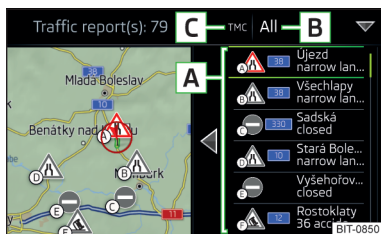

Fig. 234
La liste des messages routiers et la carte affichent jusqu'à 6 notifications accompagnées d'une lettre et d'un symbole représentant la perturbation (par ex. A , B , C , D , E , F) » fig. 234.
Sur la position C » fig. 234, les symboles suivants peuvent être affichés.
- **Un guidage est effectué** - après avoir appuyé sur la touche de fonction B » fig. 234 tous les messages routiers peuvent être sélectionnés dans le menu affiché en appuyant sur la touche **Toutes les zones ou seuls les messages concernant l'itinéraire** en appuyant sur la touche **Itinéraire**.